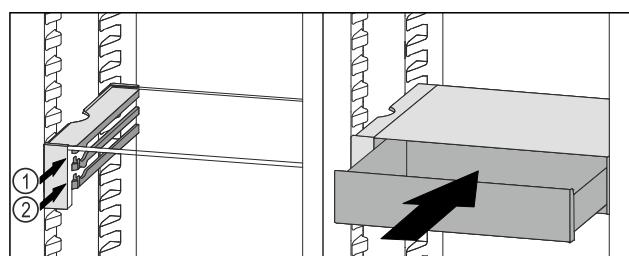

Fig. 83
- Așezați sertarul VarioSafe în spatele opritoarelor pe nervura dorită Fig. 83 (1) sau Fig. 83 (2).